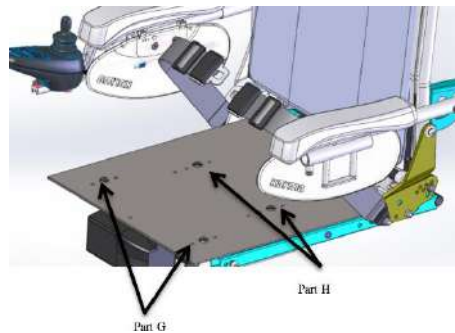

Figura 5-162
- Use los artículos G y H para fijar la placa del asiento en la estructura del mismo. (Figura 5-162).